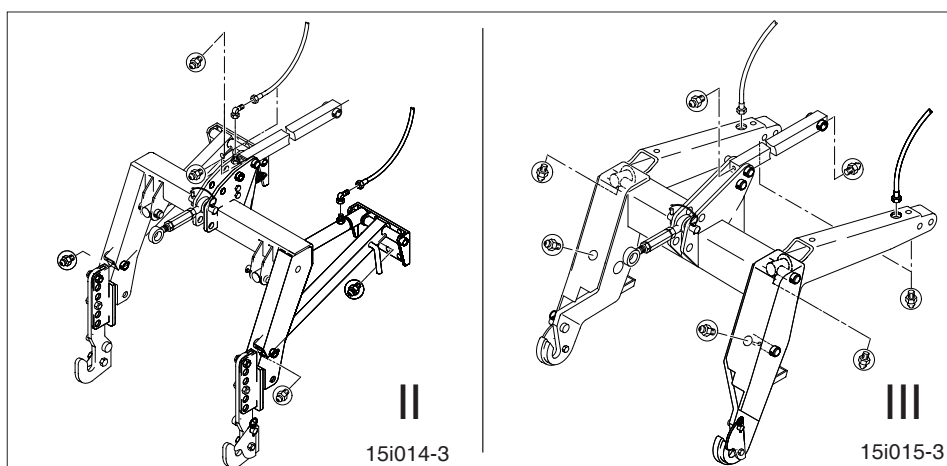

Fig. 19.12
- die 6 bzw. 8 Schmiernippel (Fig. 19.12) am Hubrahmen des AMAZONE-Systems "Huckepack".